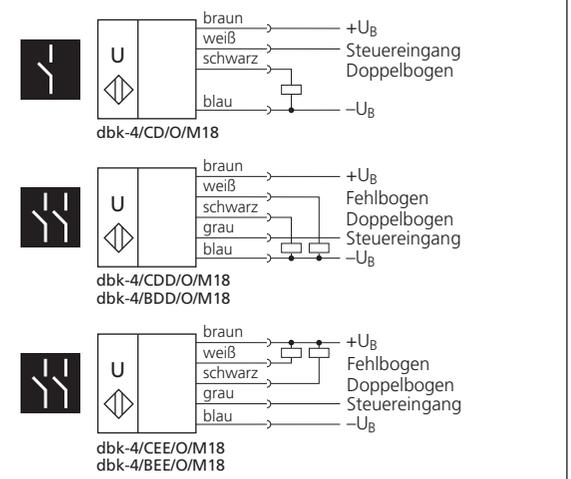

Bild 5: Anschlussbelegung
- Schließen Sie die 4- bzw. 5-adrige Steuerleitung des Empfängers gemäß Bild 5 an.